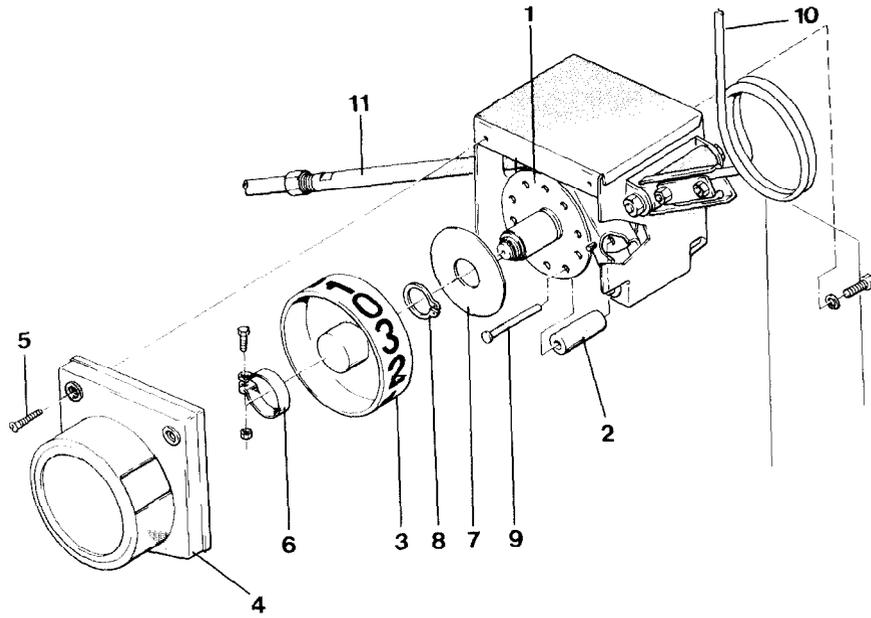

Fig. 78
La rueda divisora (fig. 78/1) está preparada para cambios cada 2, 3, 4 y 6 pasadas. En el caso de que haya que cambiar la frecuencia de desconexión, es necesario únicamente cambiar o introducir rodillos de conexión (fig. 78/2) en la rueda divisora (fig. 78/1).
Para el cambio cada 5, 7, 8 y 9 pasadas hay que cambiar la rueda divisora existente (fig. 78/1) por otra distinta adaptada a este número de pasadas.
Cuando se verifique una variación en la programación deberá variarse también la pegatina del indicador (fig. 78/3).
Para ello es necesario cambiar o introducir los rodillos de conexión (fig. 78/2). Esto también es posible realizarlo en la caja de cambios montada en la máquina.
- Quitar la tapa protectora (fig. 78/4) alojando los dos tornillos de chapa (fig. 78/5).
- Allojar la abrazadera (fig. 78/6) y extraerla con la rueda indicadora.
- Extraer la arandela de fijación (fig. 78/7) después de quitar la grupilla 24 x 1,2 (fig. 78/8).
- Los rodillos de conexión (fig. 78/2) quedan libres una vez extraídos los pedrños (fig. 78/9) y se montan de acuerdo con la fig. 79.
- Colocar la arandela de fijación (fig. 78/7) y la grupilla (fig. 78/8).
- Montar la rueda indicadora (fig. 78/3) con la nueva pegatina de control (fig. 80) y fijarla a la rueda divisora con ayuda de la abrazadera (fig. 78/6).